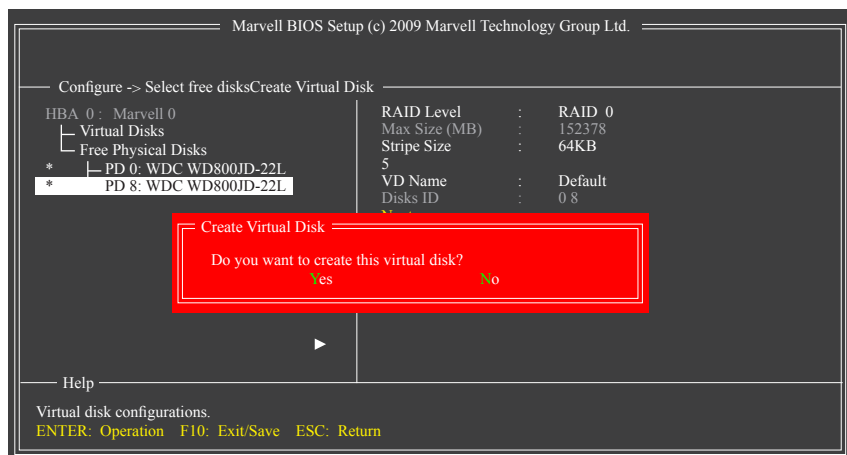

図 5
6. **Next:** 上の設定を完了した後、**Next** に移動して<Enter>押しアレイの作成を開始します。ボリュームの作成を確認するように求めるメッセージが表示されたら、<Y>を押して確認するか<N>を押してキャンセルします(図5)。